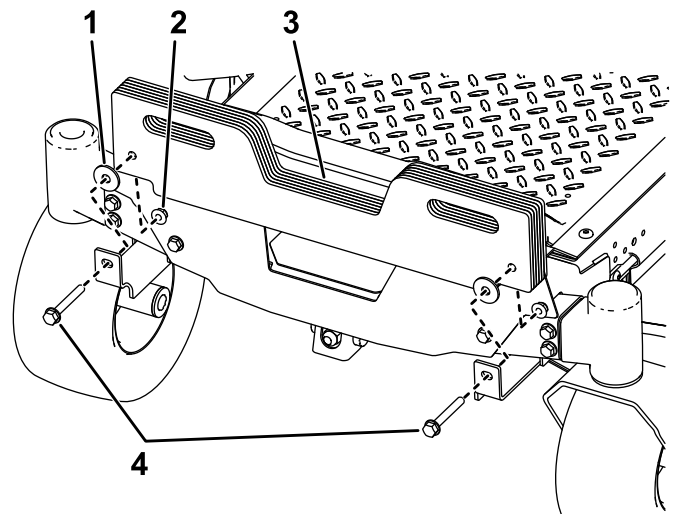

Figure 13
5. **Modèles à système de ramassage seulement** : montez les masses à poignée supplémentaires qui sont fournies sur la machine à l'aide de 2 boulons ($\frac{3}{8}$ " x $3\frac{3}{4}$ "), selon les besoins, en vous reportant au tableau suivant (Figure 13).